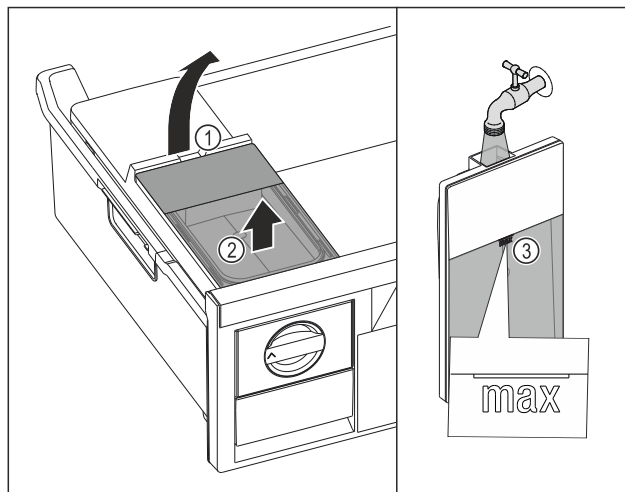

Fig. 62
- ▶ 从凹槽 Fig. 62 (1) 抬起水箱。
- ▶ 向上取出水箱。 Fig. 62 (2)
- ▶ 向水箱注入饮用水，直至标记 Fig. 62 (3)。